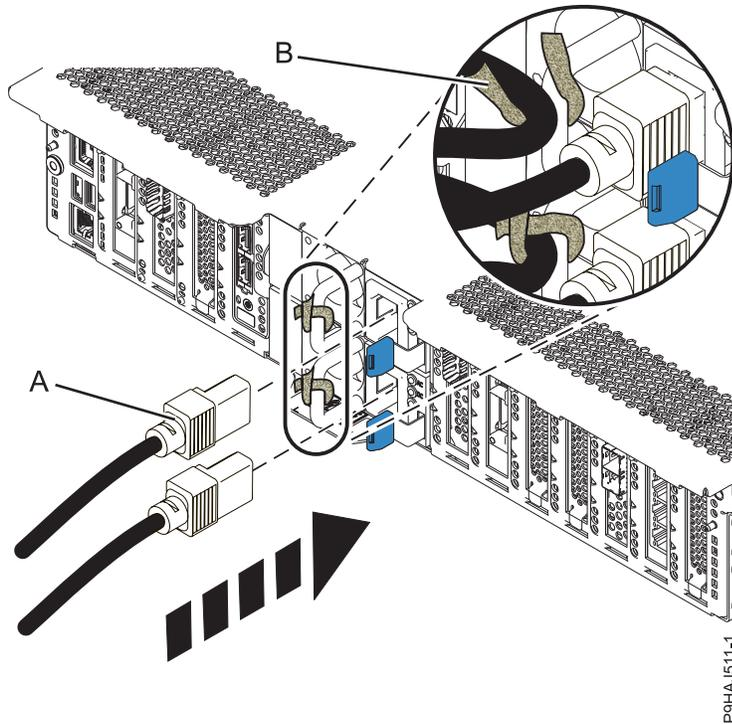

Figura 75. Conectando os Cabos de Energia
2. Usando seus rótulos, reconecte os cabos de energia **(A)** à unidade de sistema. Prenda os cabos de energia ao sistema usando as fitas de velcro **(B)** conforme mostrado em Figura 75 na página 101.